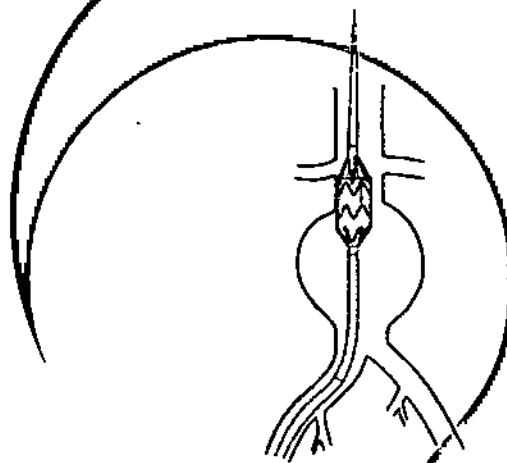

Figura 8. Expansión de los dos primeros stents proximales.
- Continuar girando el botón giratorio gris hasta que la endoprótesis proximal se expanda (Véase la figura 8). En este momento, y si es preciso, ajustar la posición longitudinal de la endoprótesis moviendo la empuñadura fija negra según sea necesario.